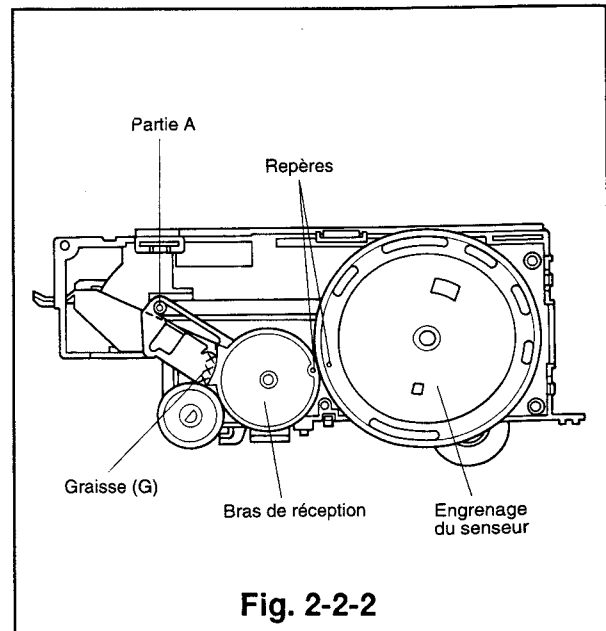

Fig. 2-2-2
- 1) Appliquer de la graisse (G)[859DO55050] sur la zone du nouveau bras de réception indiquée dans les Fig. 2-2-2 et 2-2-4.
- 6) Placer le plateau inférieur dans la position d'éjection et installer l'engrenage du senseur de façon à ce que les marques correspondantes de l'engrenage du senseur et du bras de réception soient alignées l'une avec l'autre, comme illustré dans la Fig. 2-2-2.